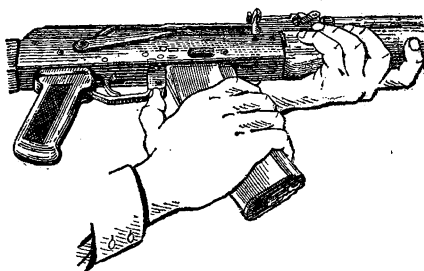

Рис. 4. Отделение магазина
1) **Отделить магазин.** Удерживая автомат (пулемет) левой рукой за шейку приклада или цевье, правой рукой обхватить магазин (рис. 4); нажимая большим пальцем на защелку, подать нижнюю часть магазина вперед и отделить его. После этого проверить, нет ли патрона в патроннике, для чего опустить переводчик вниз, поставив его в положение «АВ» или «ОД»; отвести рукоятку затворной рамы назад, осмотреть патронник, отпустить рукоятку затворной рамы и спустить курок с боевого взвода.